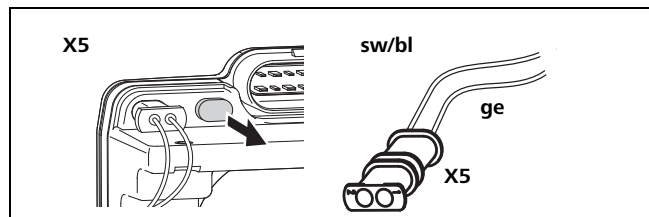

Fig. 36 Collegamento del sensore di temperatura ambiente alla centralina
V. Fig. 36 e schemi elettrici Air Top Evo 40 / Air Top Evo 55: